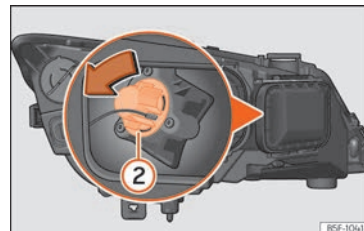

Fig. 58 Lámpara de luz intermitente.
- Gire el portalámparas » fig. 58 ② a la izquierda y tire.